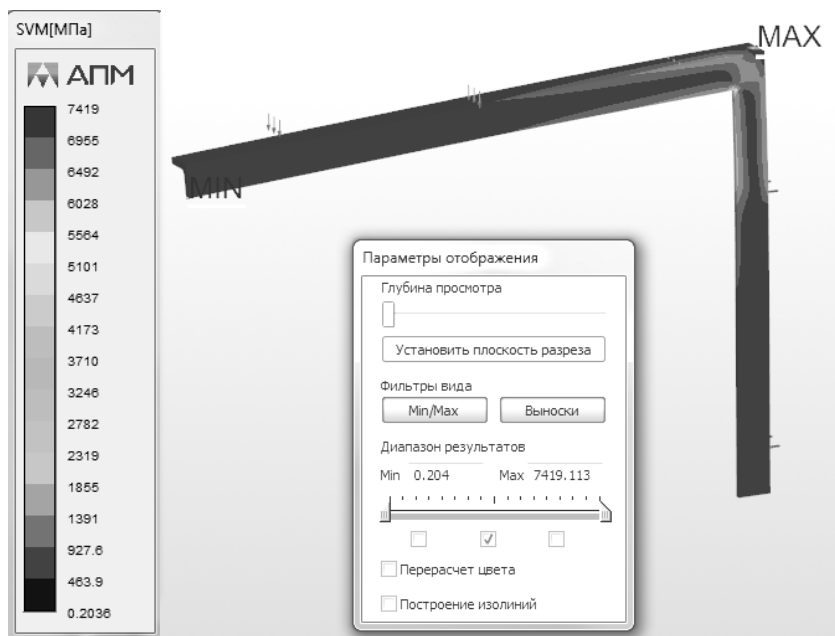

Рис. 16.13. Эквивалентные напряжения по Мизесу
- эквивалентные напряжения по Мизесу (рис. 16.13);